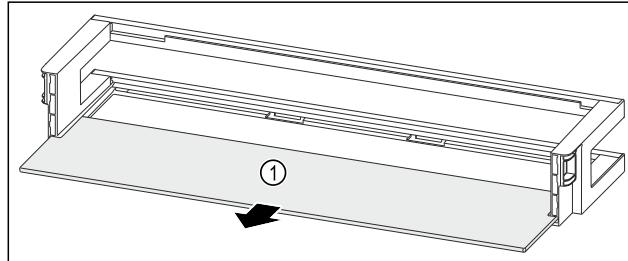

Fig. 95 Vratna polica z odlagalno polico
- ▶ Odstranite polico za odlaganje Fig. 95 (1).